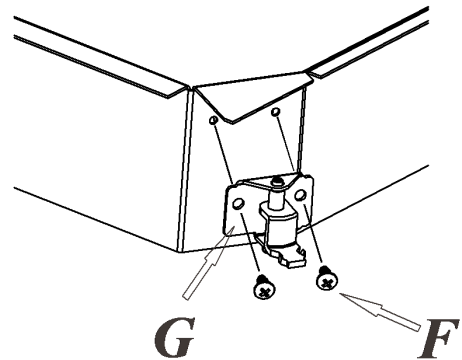

FIG. 10
- Colocar la placa de cocción en el orificio efectuado en el mueble y bloquearlo con los tornillos "F" correspondientes de los ganchos de fijación "G" (véase fig. 10).